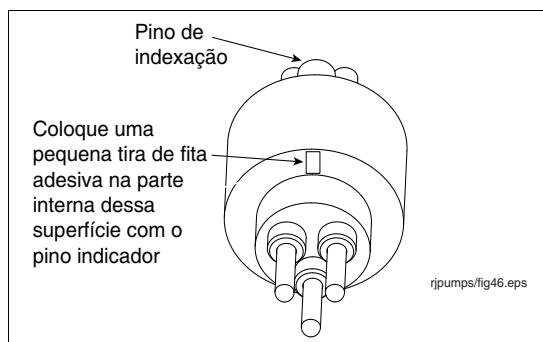

Figura 39. Colocação de uma indicação de alinhamento com fita adesiva na frente do conector macho
12. Coloque um pequeno pedaço de fita adesiva no lado em que há os pinos do conector de maneira alinhada com o pino de orientação (ver Figura 39).